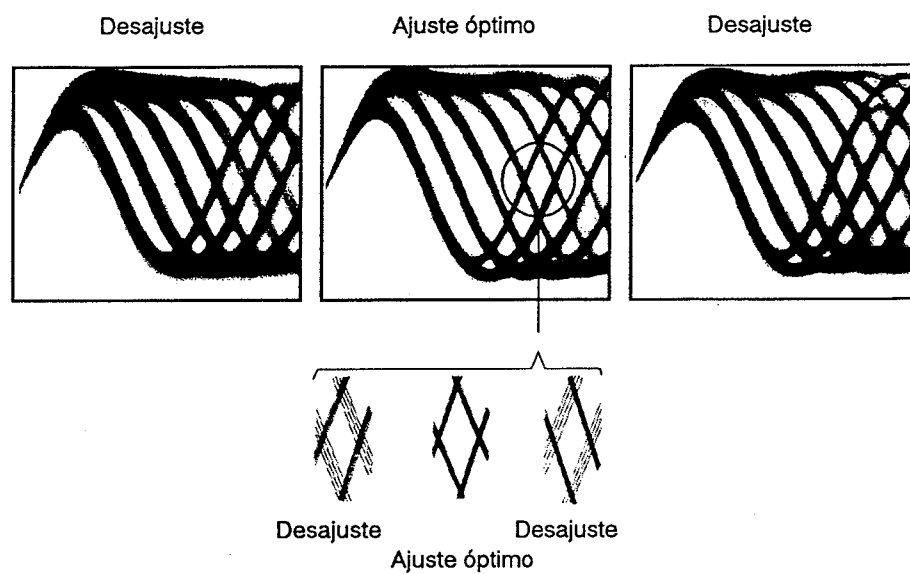

Figura 5 Patron Optico
3. A continuación, ajuste el tornillo de ajuste de inclinación tangencial con un destornillador Phillips hasta que el patrón ocular (la forma de diamante del centro de la señal de RF) pueda verse con la mayor claridad (figura 5).